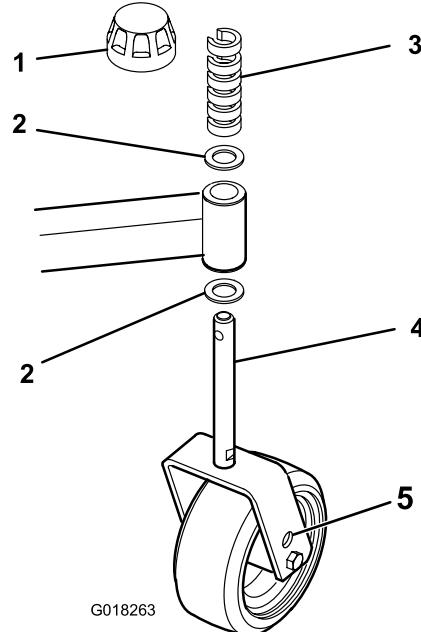

図 18
- 前または後キャスターにシムを入れてカッティングユニットに必要なピッチを出す図 18。